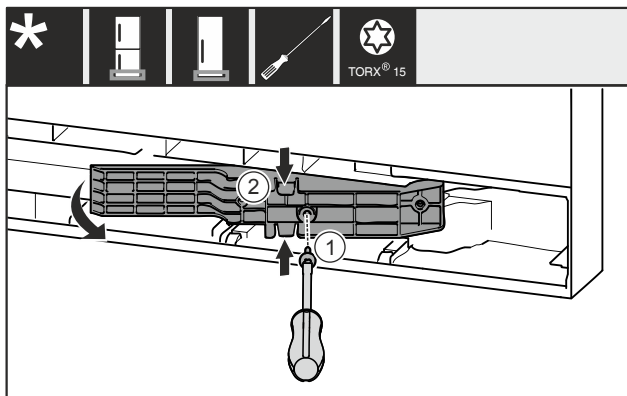

Fig. 18 *
- Schroef Fig. 18 (1) verwijderen.*
- Adapterstuk Fig. 18 (2) boven en onder iets samendrukken en eruit trekken.*